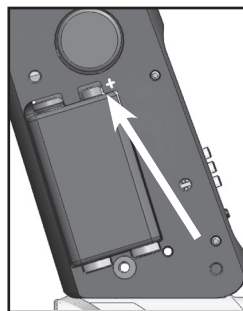

Figure 3: compartiment des piles et soient orientées correctement
- c. Placez une pile 9 volts dans le compartiment. Le compartiment des piles a été conçu pour que les piles y soient orientées correctement. Cependant, étant donné des différences dans les fabricants de piles, assurez-vous que les piles sont orientées correctement, comme indiqué en Figure 3.